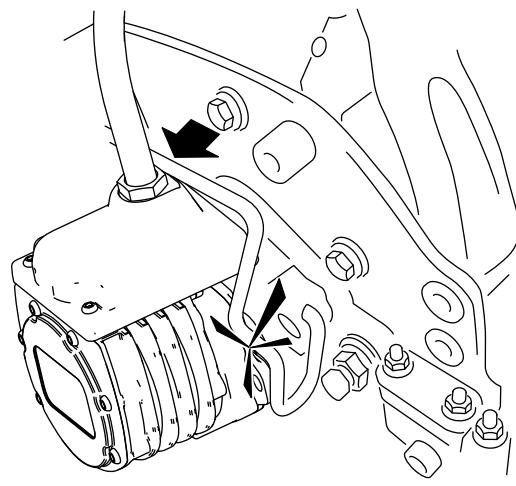

図 33
6. カッティングユニット用モータのスラインシャフトにきれいなグリスを塗りつける図 33。
7. モータを、カッティングユニットの左側運転席から見て取り付け、カッティングユニットについているモータ固定バーを、モータの上から被せるようにセットし、モータの左右から「カチッ」というロック音が聞こえるまで押し下げる図 33。